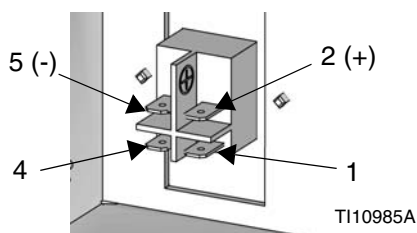
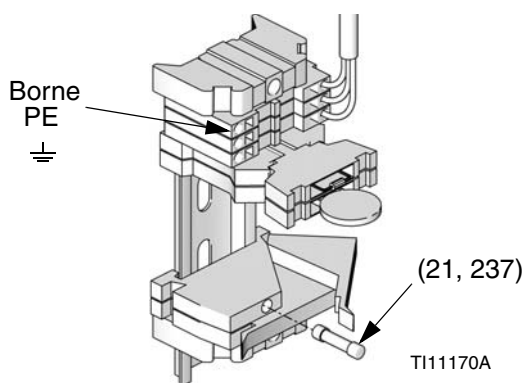

FIG. 40
FIG. 41
5. Installez le câble de sortie de l'alimentation électrique sur le câble CAN (509).
6. Fixez l'alimentation électrique de 24 V de catégorie 2 aux bornes de l'interrupteur d'alimentation : +24 V CC sur la borne 2 (+) et le retour du 24 V CC sur la borne 5 (-). Consultez la FIG. 40. Fixez le conducteur de terre (PE) de protection à la borne marquée \perp . Consultez la FIG. 41. L'alimentation électrique en 24 V CC doit être capable de fournir au moins 1 ampère et être équipée d'un dispositif de protection ampèrométrique d'une puissance inférieure ou égale à 2,5 ampères.
8. Installez les capots de protection avant et arrière (506, 507), les arrêtoirs (504) et les vis (503). Consultez l'éclaté des pièces du kit de DataTrak, page 50.